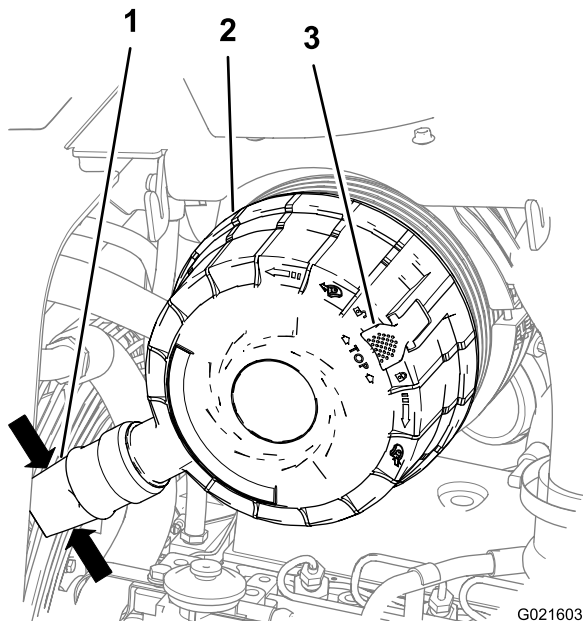

Рисунок 116
3. Сожмите пылезащитный клапан на крышке воздухоочистителя, чтобы удалить любые скопления воды, пыли или грязи из клапана. (Рисунок 116).
5. Потяните защелку крышки воздухоочистителя наружу (Рисунок 116).